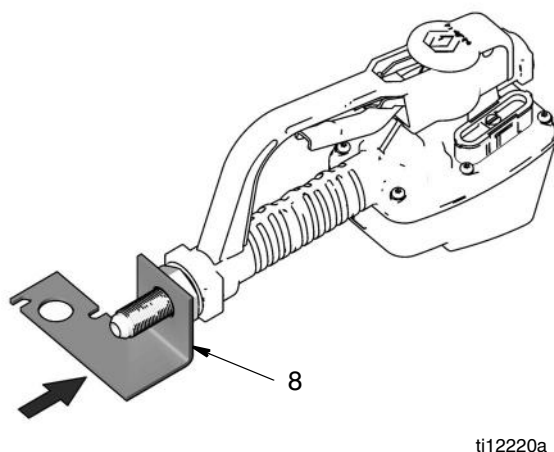

Рис. 7
7. Оденьте кронштейн (8) поверх резьбы фитинга с перемычкой (3). Правильное положение кронштейна относительно расходомера см. на Рис. 7. Правильного положения кронштейна можно также достичь, если следовать шагам а–b, приведенным ниже.
- а. Выньте расходомер из тисков и положите на мягкую поверхность передней частью вниз таким образом, чтобы кронштейн оказался перпендикулярным плоской верхней части расходомера (Рис. 7).
- б. Выверните кронштейн (8) относительно расходомера. Чтобы установить соединительную конструкцию на м/р колонку, кронштейн должен быть параллельным передней части расходомера и направленным в правильную сторону (Рис. 7).